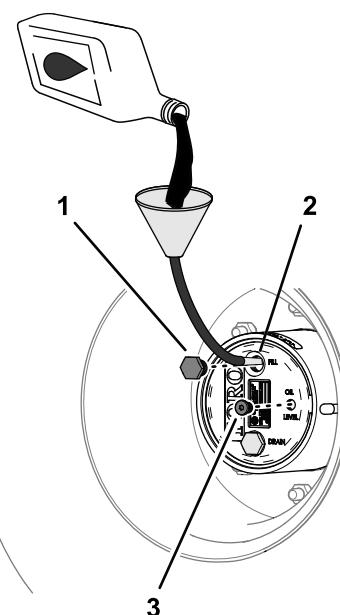

Figure 87
4. Si le niveau d'huile est trop bas, enlevez le bouchon de remplissage et ajoutez l'huile spécifiée jusqu'à ce qu'elle ressorte par le trou du bouchon de contrôle (Figure 87).
6. Remettez en place les bouchons de remplissage et de contrôle (Figure 87).
1. Versez lentement l'huile pour engrenages spécifiée par l'orifice du bouchon de remplissage; voir Figure 87 sous Contrôle du niveau de lubrifiant du train planétaire \(page 70\).
3. Remettez en place les bouchons de remplissage et de contrôle du niveau d'huile; voir Figure 87 sous Contrôle du niveau de lubrifiant du train planétaire \(page 70\)